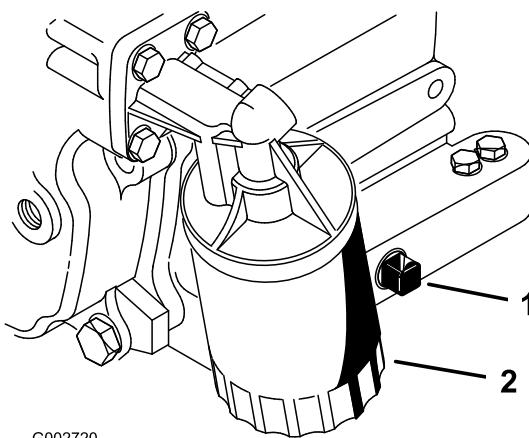

図 26
2. ドレンプラグ (図 26) を外してオイルを容器に受ける。オイルが抜けたらドレンプラグを取り付ける。
3. オイルフィルタ (図 26) を外す。新しいフィルタのガスケットに薄くエンジンオイルを塗る。